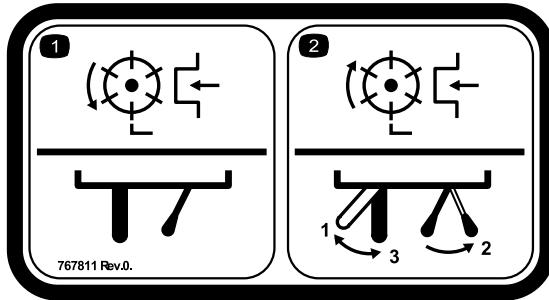

Bild 38
6. Stellen Sie das Drehventil am Heck der Maschine auf RÜCKWÄRTS, siehe Bild 38.
7. Stellen Sie den Zapfwellenschalter bzw. -hebel des Traktors auf die AUS-Stellung (Bild 38) und stellen Sie den Traktormotor aus, wenn das Schleifen beendet ist.